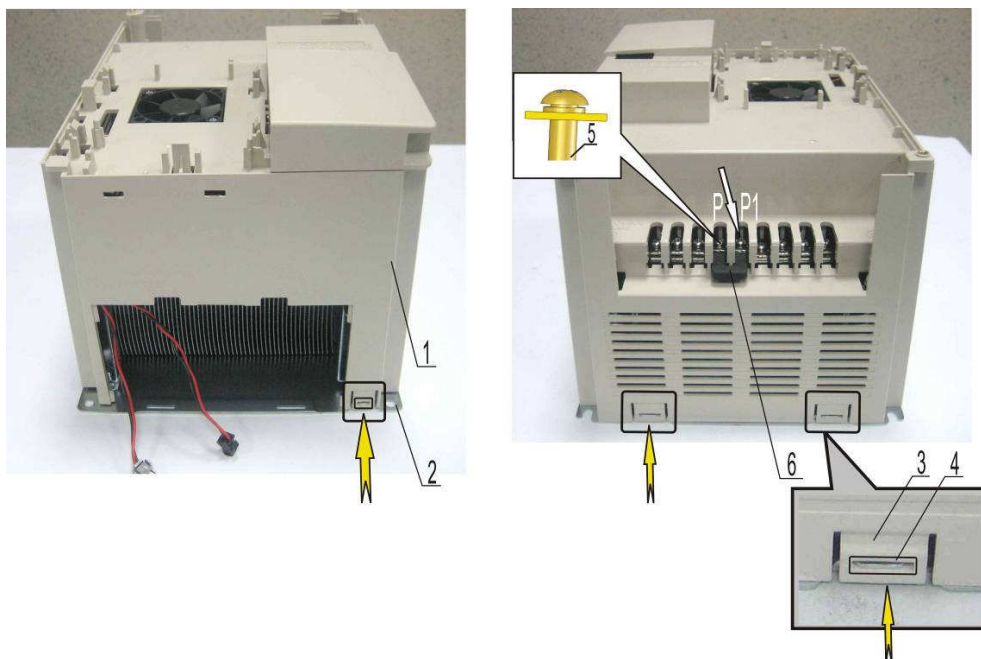

Рисунок 7.13
7.4.2 Нажать на корпус 1 до щелчка фиксаторов, при этом три выступа 4 основания 2 должны войти в прорези фиксаторов 3 верхней и нижней стенок корпуса 1 (рисунок 7.13).
7.4.3 Установить перемычку 6, закрепив ее двумя винтами 5 (рисунок 7.13).